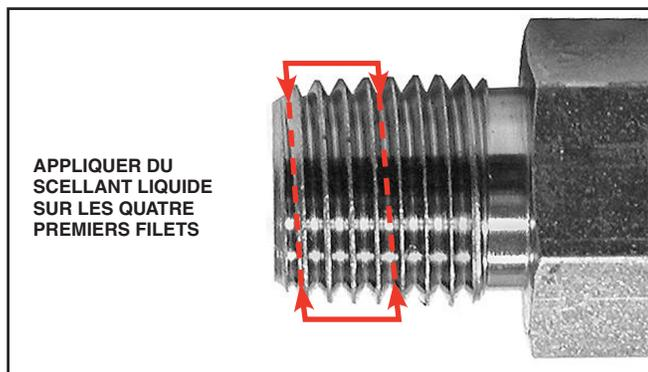

Figure 20 - Raccord NPT
Voir Figure 20.
4. Appliquer uniformément une couche de scellant liquide sur toute la circonférence des quatre premiers filets du raccord mâle afin d'assurer l'étanchéité du système hydraulique après le serrage. Voir Figure 20.